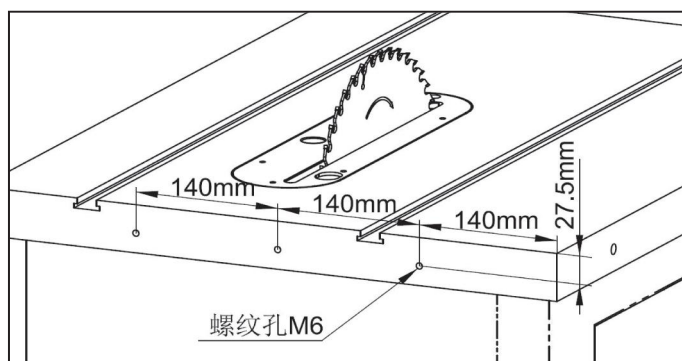

图 6-8
(1) 按图 6-8 所示，在主台板后导轨安装面上加工 3 个 M6 螺纹孔。